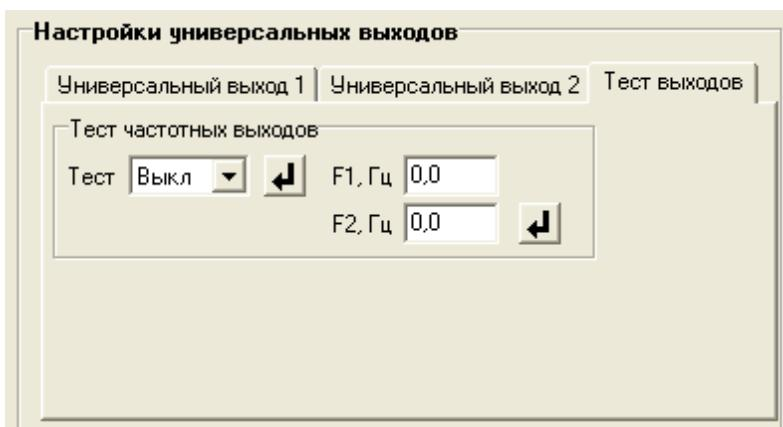

Рис.13. Вид вкладки «Тест выходов».
2.4.5. В расходомере предусмотрена возможность проверки работоспособности универсальных выходов в частотном режиме. Установочные параметры для проведения тестирования находятся во вкладке **Тест выходов** (рис.13).